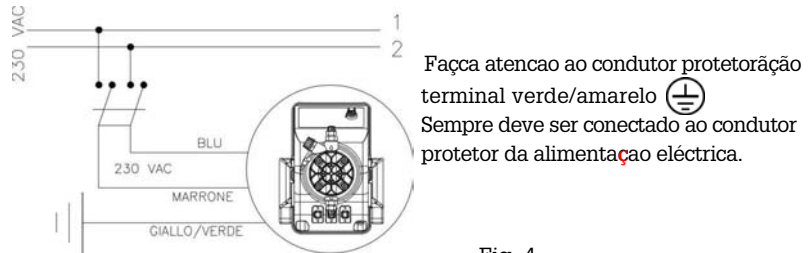

Fig. 4
b.- Todas as nossas bombas dosadoras eletromagnéticas são monofásicas 230 V - 50/60 Hz (Fig. 4). O cabo de alimentação é fornecido sem plugue. A bomba dosadora deve ser conectada à rede eléctrica com plugue 3 pinos (Azul e Marrom para força e Amarelo+Verde para o terra). Antes de ligar a bomba à rede eléctrica, todos os circuitos de alimentação devem ser desligados.